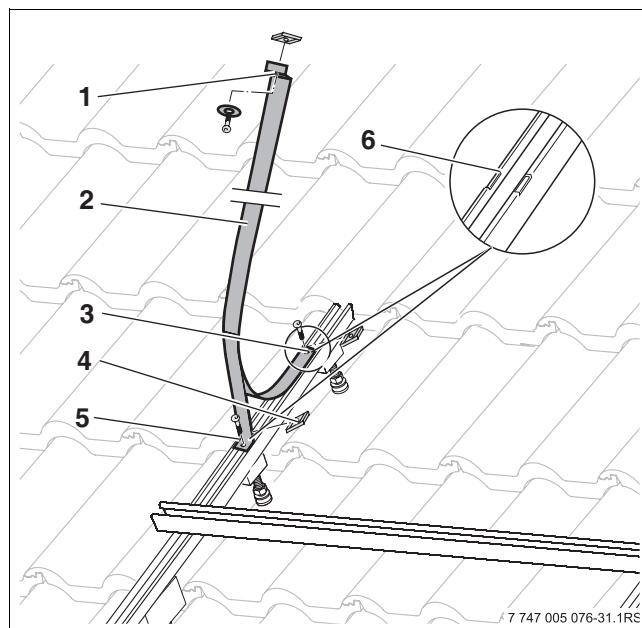

Bild 45 Speicherband befestigen
- Schraube in das vordere Ende des Speicherbands (Bild 45, [3]) einstecken und Nutenstein [4] locker aufschrauben, bis ein leichter Widerstand spürbar wird.
- Schraube in den Stützwinkel-Speicherband (Bild 45, [5]) einstecken und Nutenstein locker aufschrauben, bis ein leichter Widerstand spürbar wird.
- Vordere Ende Speicherband in die Aufnahmebohrung (Bild 45, [6]) legen und Schraube anziehen.
- Den Stützwinkel-Speicherband (Bild 45, [5]) in die zweite Aufnahmebohrung legen und Schraube anziehen.
- Hinteres Ende des Speicherbands (Bild 45, [1]) mit Schraube, Unterlegscheibe und Nutenstein versehen. Dieses Ende noch nicht anschrauben!